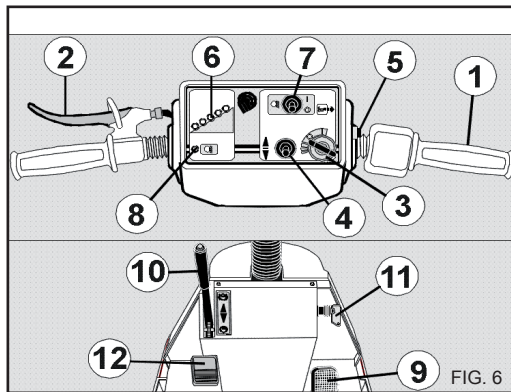
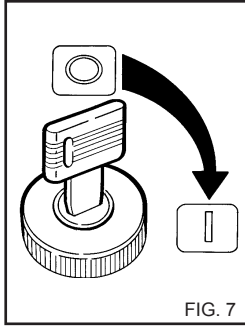

FIG. 6
FIG. 7
DISPOSITIFS DE COMMANDE - Fig. 6
1) Insérer la clé de contact et la tourner dans le sens des aiguilles d'une montre sur la position (1) (fig. 7), les voyants s'allument sur le tableau de bord (Réf. 6 Fig. 6), indiquant que le véhicule est allumé; attendre 2-3 secondes à peu près.
Actionner l'interrupteur de secours en tournant le bouton dans la position "I". (Réf. 11 Fig. 6).
Avec l'inverseur (fig. 6 réf. 4), choisir le sens de marche (en avant ou en arrière).
- Mettre en marche le véhicule avec la manette de démarrage/accélération (Réf. 1 Fig. 6).
△ Tenir le pied appuyé sur l'Interrupteur Conducteur Porté. En enlevant le pied de l'interrupteur, le véhicule s'arrête automatiquement (Réf. 12 - Fig. 6).
△ Le véhicule doit être utilisé jusqu'à ce que la batterie soit complètement épuisée (voyants jaune et rouge allumés sur le tableau de bord (Réf. 6 Fig. 6). La durée du travail doit être programmée en fonction de l'autonomie.
Reporter la manette de démarrage/accélération au minimum (Réf. 1 Fig. 6)
Tourner la clé (3) sur 0 (Fig. 7) (tous les indicateurs lumineux doivent être éteints); tourner l'interrupteur de secours dans la position "0".
Les batteries doivent être rechargées quand les voyants verts se sont éteints (Réf. 6 Fig. 6) et que restent allumés uniquement le voyant jaune et le voyant rouge.